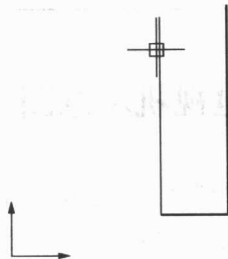

图 2-5 绘制水平线
(4) 由键盘输入 480 并按 Enter 键,绘制长度为 480 的垂直线。向左移动鼠标,输入 150 并按 Enter 键,绘制一条长度为 150 的水平线,如图 2-5 所示。